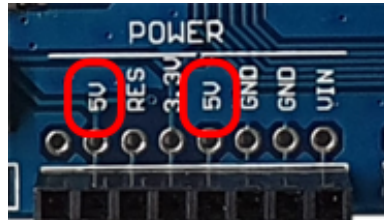

Abbildung 15: Konstante 5 V-Spannungsquelle am Mikrocontroller-Board
- a) Bauen Sie aus 3 verschiedenfarbigen LEDs (grün, gelb und rot) eine Autoampel am Steckbrett auf. Benutzen Sie als Vorwiderstand zu den LEDs jeweils einen Widerstand R_V . Testen Sie mit Hilfe der konstanten Spannungsversorgung (5 V-Pin, siehe Abbildung 15) des Mikrocontroller-Boards ob alle 3 LEDs leuchten.